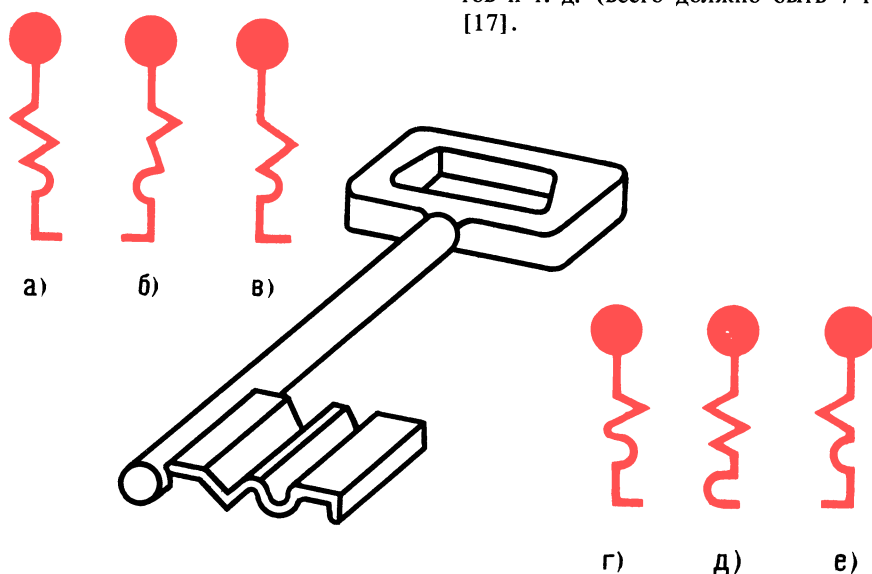

Рис. 24. К задаче 31
31. Определите, к какой скважине подходит ключ (рис. 24, *a — e*).
31. Скважина на рис. 24, в.